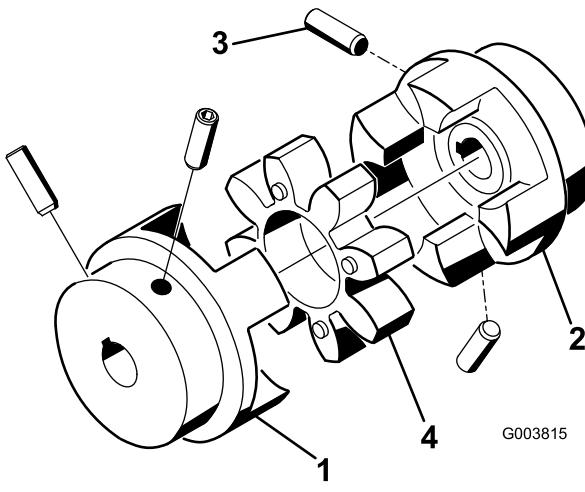

Figura 14
2. Insira a ferramenta de alinhamento do rolamento através dos suportes de montagem e no acoplador da ventoinha (Figura 13). Certifique-se de que o acoplador tipo aranha (Figura 14) não se encontra no acoplador.
- O conjunto de parafusos que prendem os acopladores do motor e eixo da ventoinha (Figura 14) têm de ser apertados de 6,5 a 9,2 N·m.